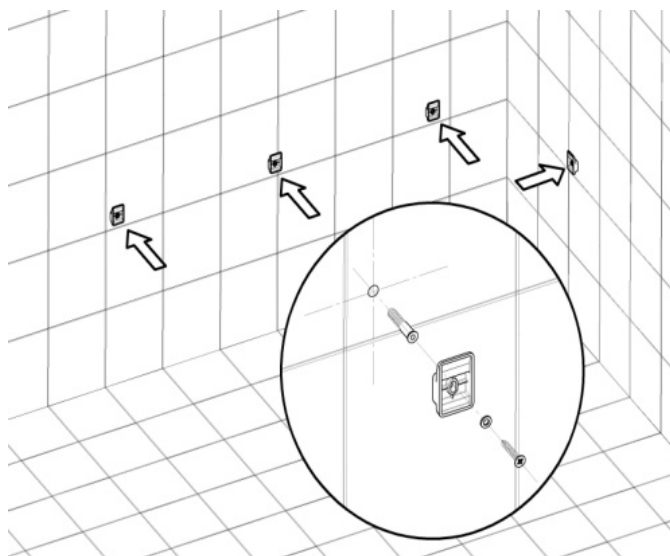

Рис.4
4. В намеченных точках прикрепите поддерживающие кронштейны к стенам, используя монтажные шурупы и распорные дюбеля, входящие в комплект (Рис. 4).